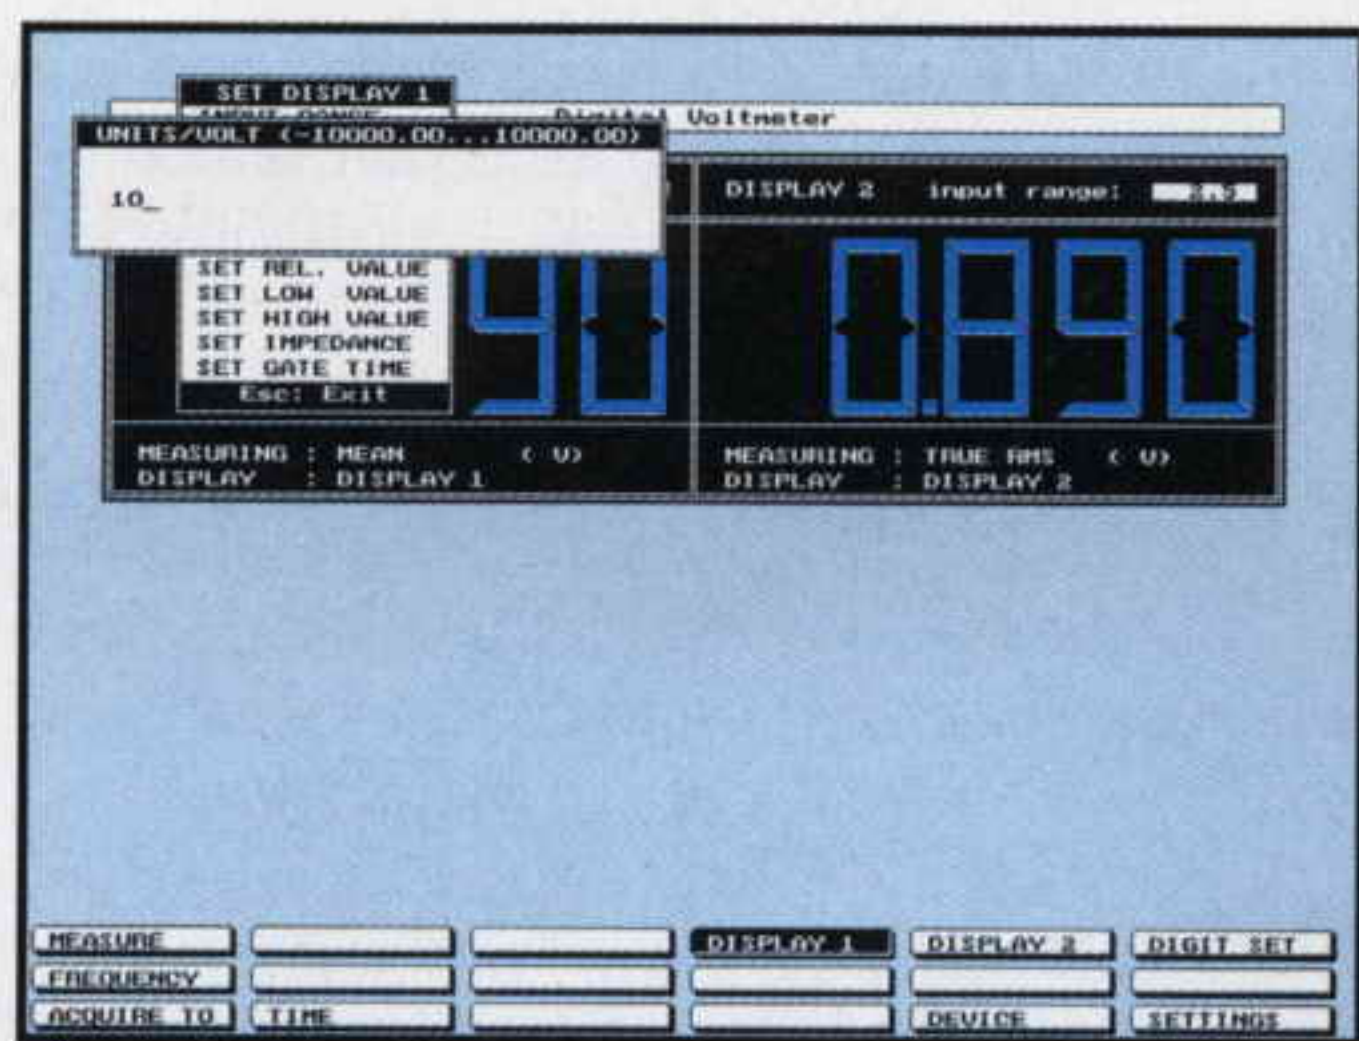

Fig.17 Se usate il puntale con una attenuazione di 10 e desiderate leggere la reale tensione sull'ingresso del puntale dovrete scrivere 10 in questa finestra.
– Per leggere la **reale** tensione misurata escludendo l'attenuazione **x10** del puntale, dobbiamo andare sulla riga **UNITS/VOLT** (vedi fig.17) poi pigiare Enter e nella finestra che appare dobbiamo scrivere **10** poi pigiare Enter ed **Escape**.